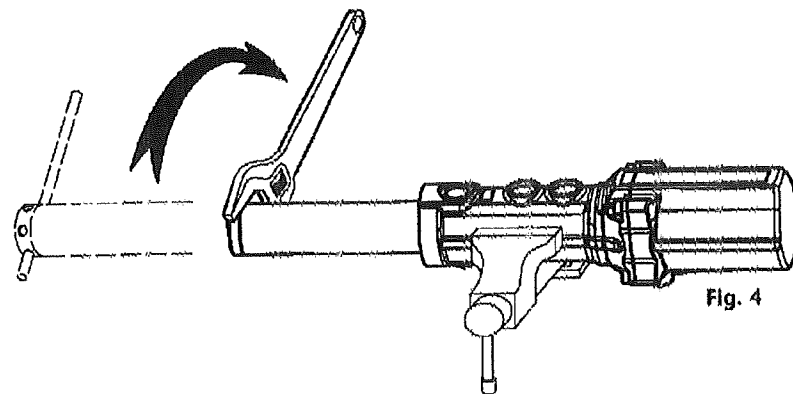

Fig. 4
2. To unscrew the suction tube (734604-S/734503-L) from the pump body, use a 40 mm wrench on the hexagon of the foot valve body (835423-S/735306-L) (fig. 4). Pull first clockwise to break the sealing, and then counter clockwise to loosen and remove the tube assembly.
2. Para desenroscar el tubo de aspiración (734604-S/734503-L) del cuerpo de la bomba, usar llave fija de 40 mm en el cuerpo válvula de pie (835423-S/735306-L) (fig. 4). Tirar primero contra las agujas del reloj para romper el sellador y luego hacia el otro sentido para desenroscar y quitar el conjunto tubo de aspiración.